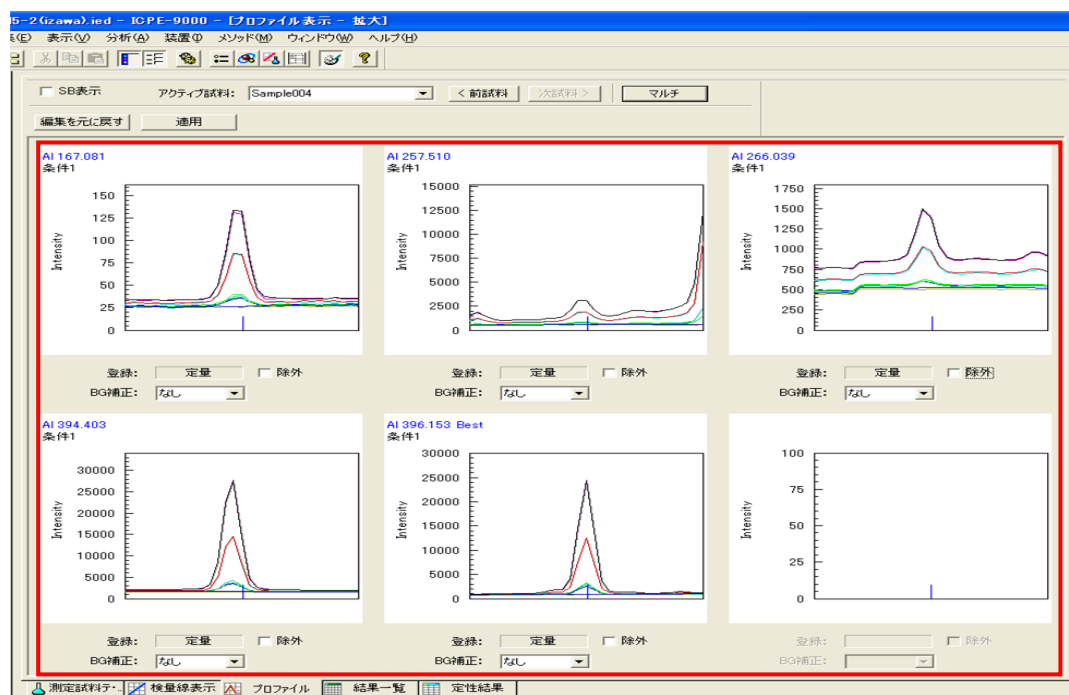

図 47
⑤ 選択した波長が拡大されます。図 47
- ◆ 前の図 47 A 1 波長を例に説明します。
前の図 47